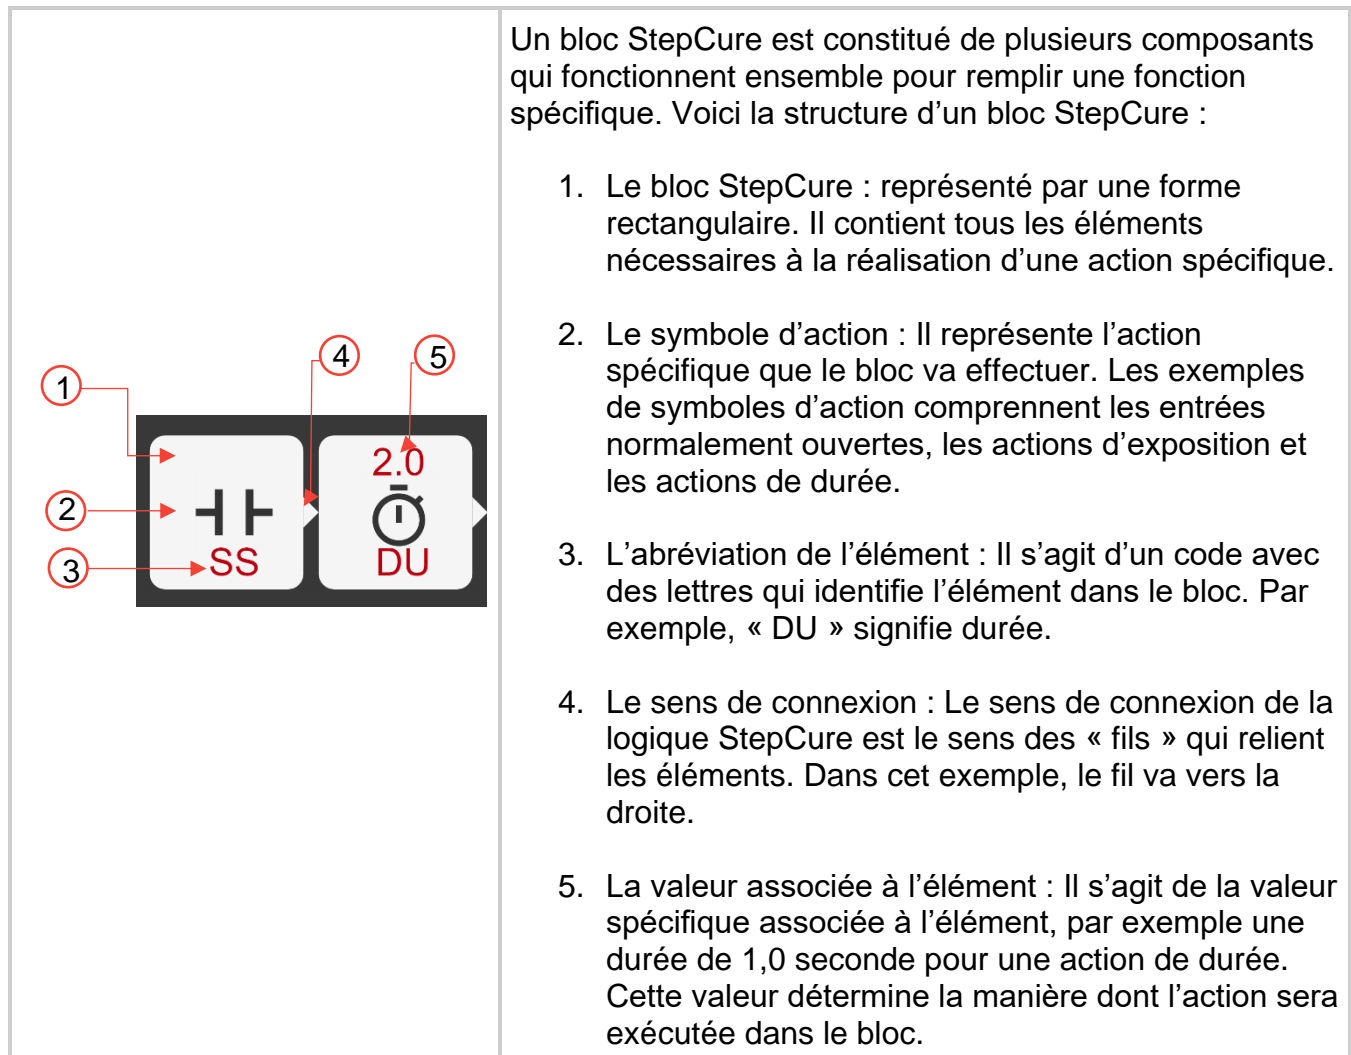

Figure 11-3 Structure d'un bloc StepCure
Voir Figure 11-3 Structure d'un bloc StepCure (4) pour plus de détails.